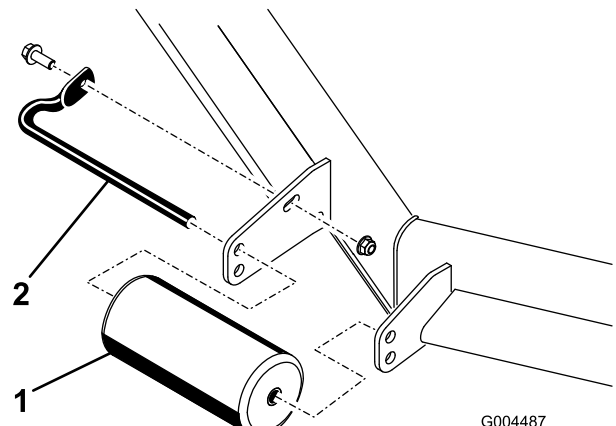
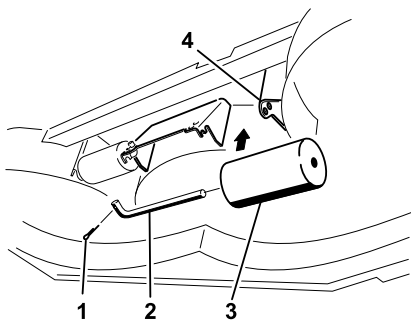

Bild 25
Bild 29
4. Nehmen Sie die Befestigungen ab, mit denen jede Rolle am Mähwerk befestigt ist, und schieben Sie die Rollen nach oben oder unten, siehe Bild 25 bis Bild 29 abhängig vom Mähwerk.